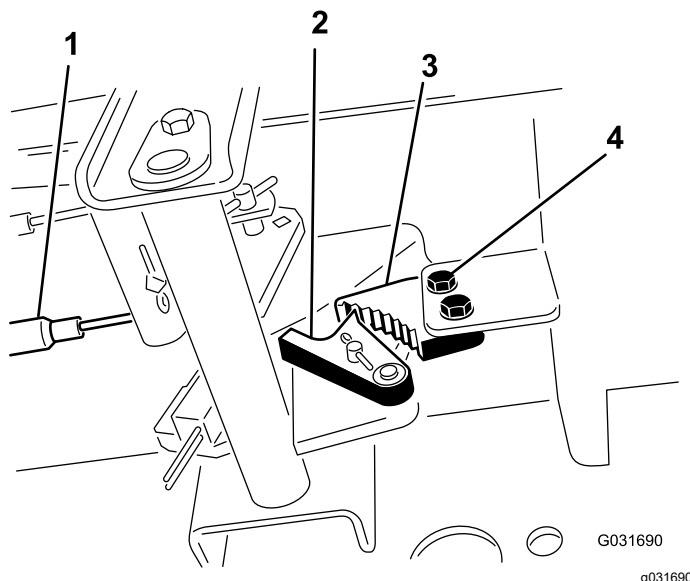

Figura 90
1. Slăbiți cele 2 uruburi care fixează clichetul frânei de parcare pe cadru (Figura 90).
2. Apăsai pedala frânei de parcare în față până când elementul de reinere a frânei se cuplează complet pe clichetul de frână (Figura 90).